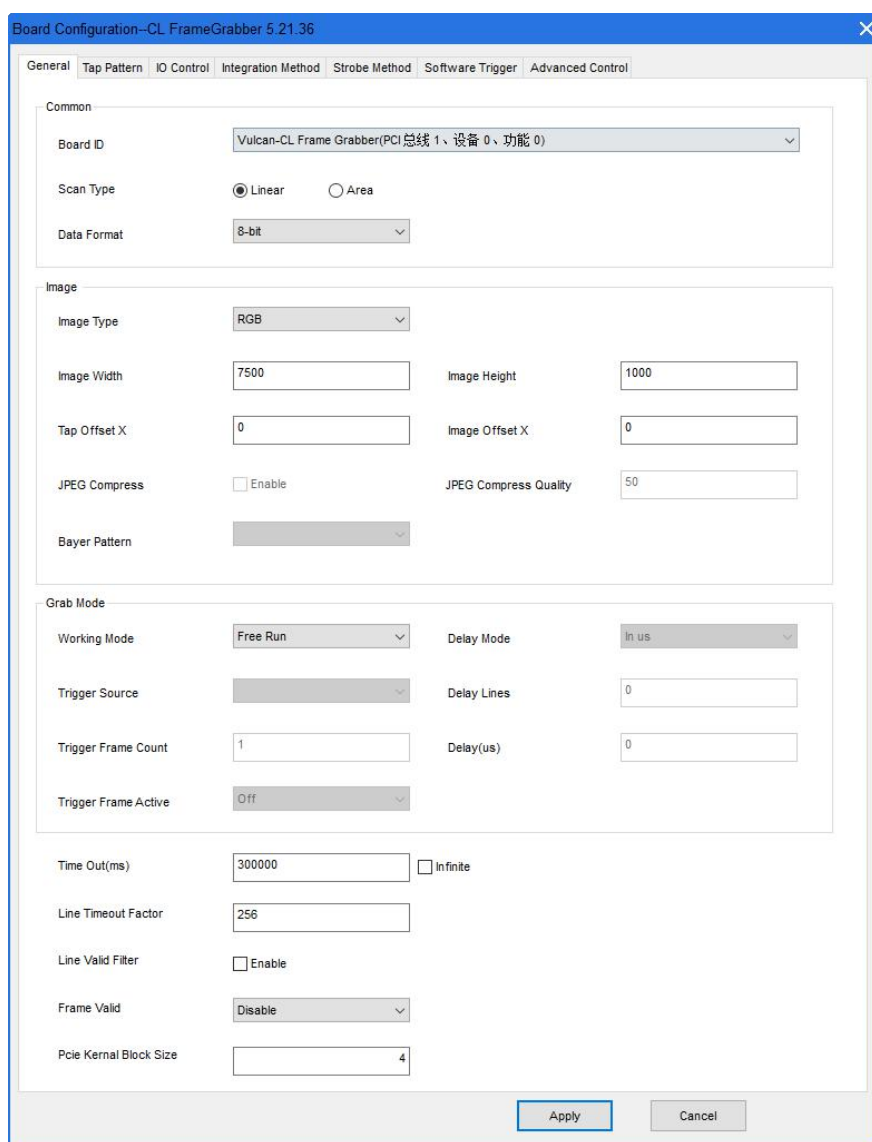

图 25 参数配置对话框的“General”页
(1) 打开“配置”菜单中“采集卡参数配置”选项（或相应的工具栏选项），出现采集卡参数配置对话框。
(2) 在采集卡参数配置对话框的“General”页中，按下图 25 进行参数设置。